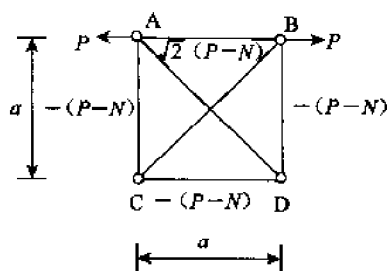

图 2-24
(1) 设 AB 杆内力是 N (拉),对各节点应用平衡方程容易获得各杆的内力如图 2-24 所示;结构各杆件变形能之和是: